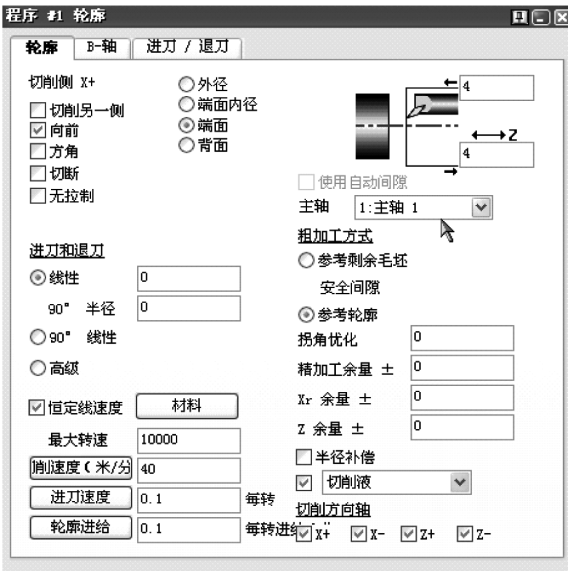

图 6-3 创建车削特征
4) 创建#1 刀具为车刀，并创建一个轮廓端面车削特征，如图 6-3 所示。